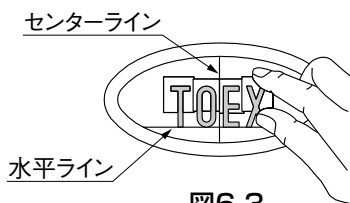

図6-3
- ③ 水平ラインと文字の位置を合わせて、文字をセンターラインから左右等間隔になるよう仮貼りしてください。(図6-3参照)